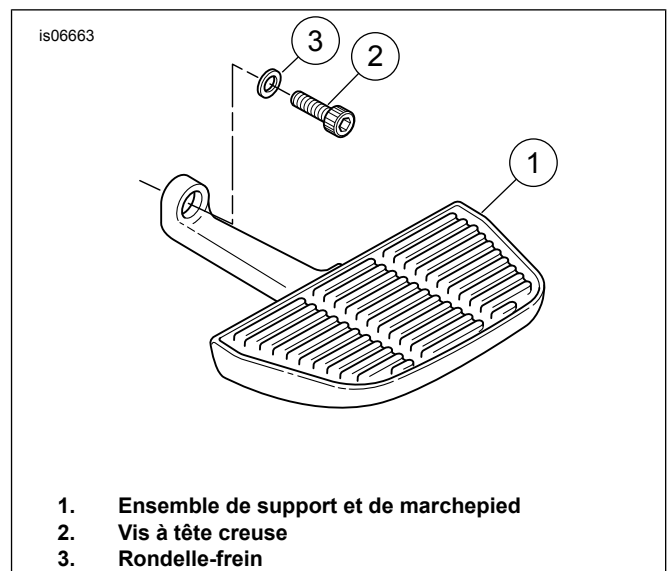

Figure 9. Ensemble de marchepied passager - Modèles Touring à partir de 1993
- b. **Modèles Touring à partir de 1993** : Voir la figure 9. Effectuer la pose de chaque marchepied et ensemble de cache (1) sur les goujons de montage, en alignant le trou de boulon du support sur le trou situé au niveau des goujons. Fixer chaque marchepied à l'aide d'une vis à tête creuse hexagonale (2) et d'une rondelle-frein (3). Serrer les vis Allen à un couple de 41 N·m (30 ft·lbs).